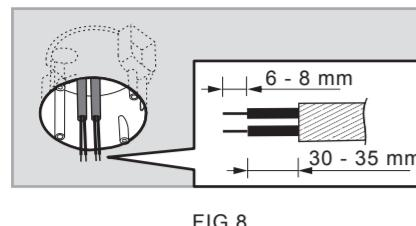

FIG.8
4.4.1.2 Dra ut AC-strömkablarna ur kopplingsdosan av europeisk standard, skala sedan av 6 - 8 mm av ledningshöjdet för anslutningen (se FIG.8).